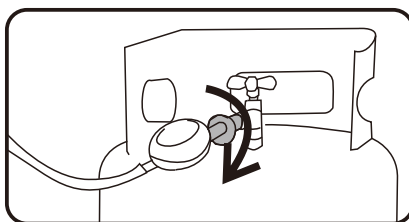

Abb. 2
2. Drehen Sie das Druckminderventil, um es mit dem Eckventil der Gasflasche zu verbinden (siehe Abbildung 2).